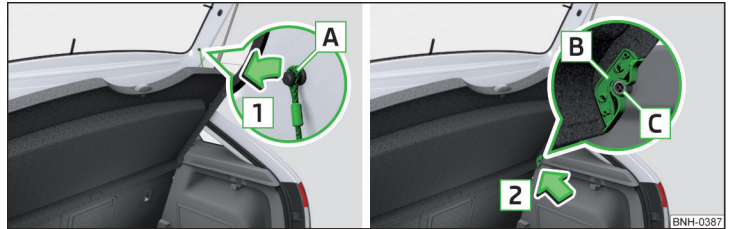

Abb. 86 Gepäckraumabdeckung herausnehmen
Sind die Haltebänder **A** » Abb. 86 an der Gepäckraumklappe eingehängt, dann wird beim Öffnen der Klappe die Gepäckraumabdeckung (nachstehend nur als Abdeckung) mit angehoben.
- Auf den beiden Seiten der Gepäckraumklappe die Haltebänder **A** in Pfeilrichtung **1** aushängen » Abb. 86.
- Die Aufnahmen **B** an der Abdeckung über die Bolzen **C** an der Seitenverkleidung stellen » Abb. 86.
- Die Aufnahmen **B** an der Abdeckung müssen vollständig an den Bolzen **C** an der Seitenverkleidung anliegen » Abb. 86.